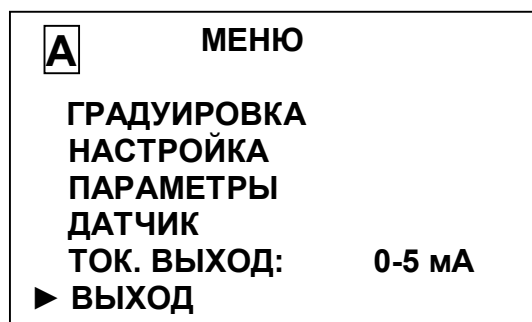

Рисунок 1.9
1.5.5.3 Работа с экранным **МЕНЮ [A]** и **МЕНЮ [B]** (рисунок 1.9)